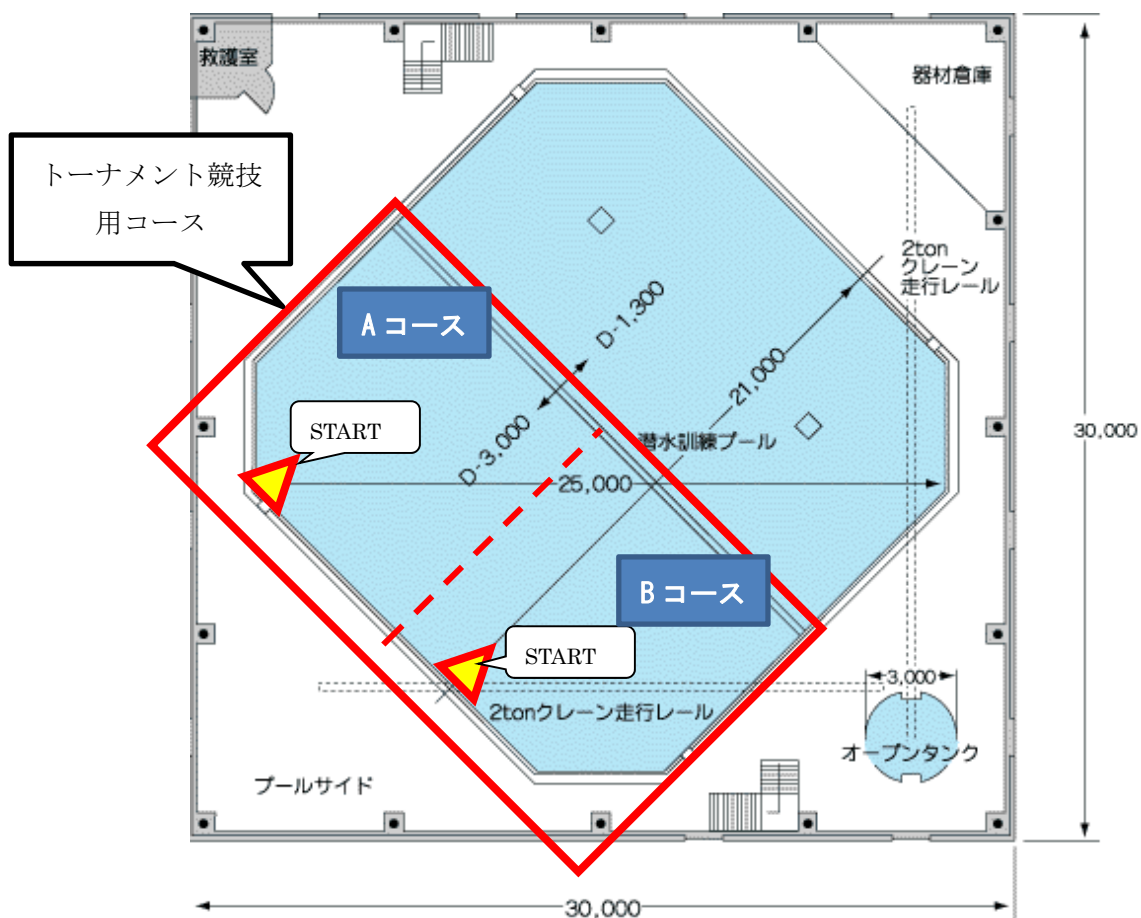

図2 プールの平面図（長さの単位: mm）
- ・ 図 2, 3 のように、水深 3m エリアに同一のコースが 2 つ設置されます。対戦する 2 チームがそれぞれのコースで同時にスタートし、課題クリアによって得られるポイントを競います。
- ・ スタート地点は図 2 を参照ください。スタート時のロボットの向きは自由です。